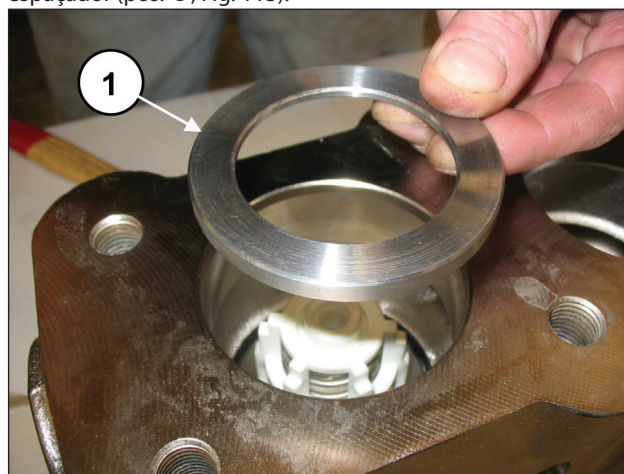
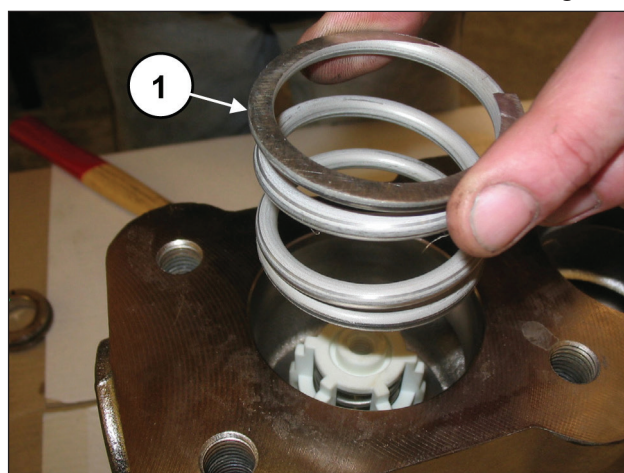

Fig. 112
Fig. 113
Insira o anel no local da válvula (pos. ①, Fig. 112), em apoio ao espaçador (pos. ①, Fig. 113).